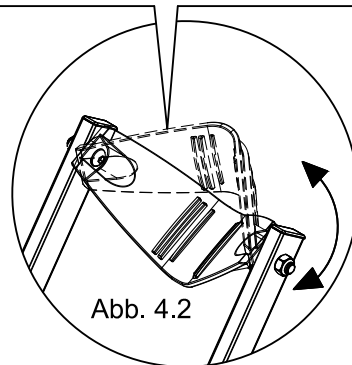

Abb. 4.2
2. Ziehen Sie den Gegenhalter^⑤ nicht zu fest an, stellen Sie sicher der er beweglich ist. (Siehe Abb. 4.2)